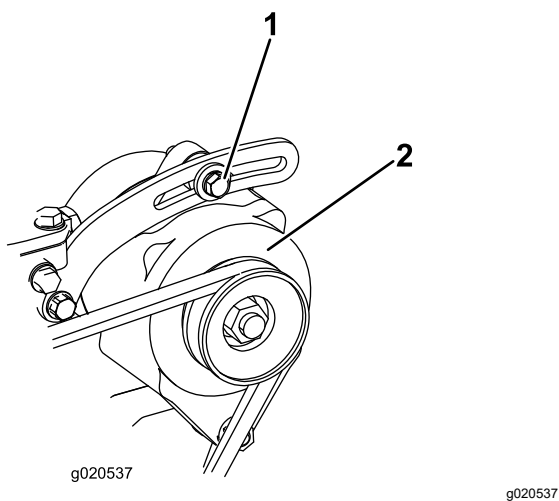

Рисунок 141
1. Если прогиб не равен 10 мм, ослабьте болты крепления генератора (Рисунок 141).